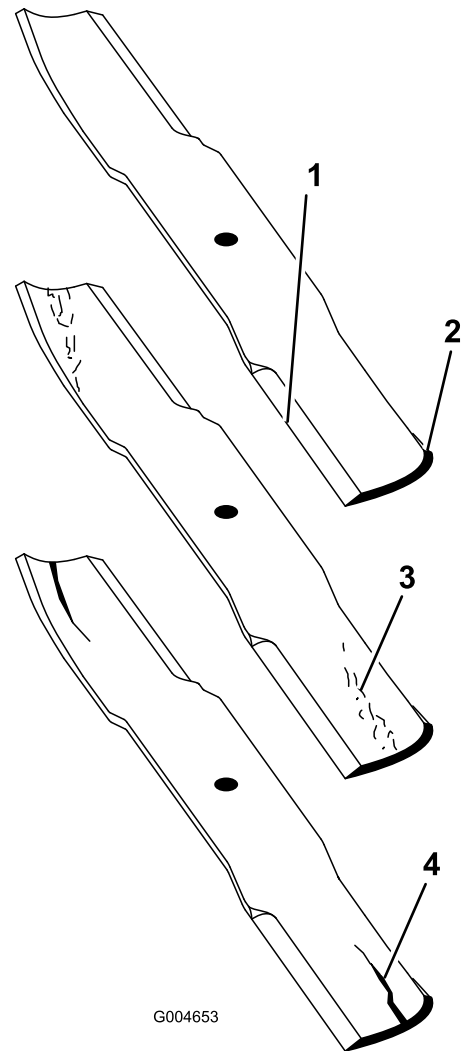

Figura 125
2. Examine cuidadosamente los extremos de corte de la cuchilla, sobre todo en el punto de reunión entre la parte plana y la parte curva de la cuchilla (Figura 125).
Nota: Puesto que la arena y los materiales abrasivos pueden desgastar el metal que conecta las partes curva y plana de la cuchilla, compruebe la cuchilla antes de utilizar la máquina. Si se aprecia desgaste, (Figura 125), cambie la cuchilla.